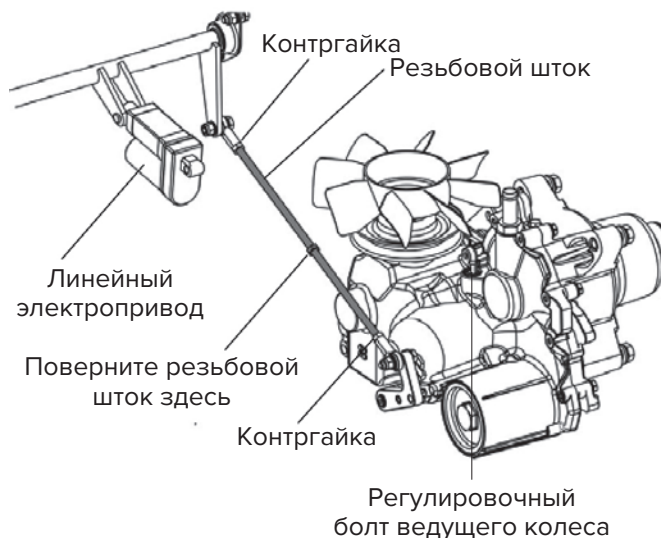

Рис. 31
9. Ослабьте контргайки на обоих концах резьбового штока, затем поверните шток по часовой стрелке, пока его длина не уменьшится примерно на 17мм (см. рис. 31). Вручную поверните ступицу ведущего колеса в обоих направлениях. Убедитесь в отсутствии сопротивления. Затяните обе контргайки.